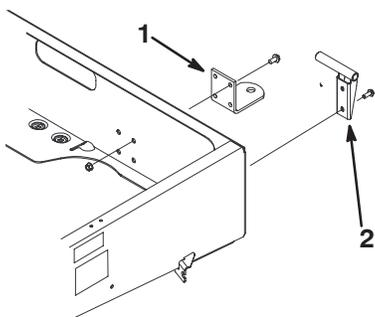

Figura 7
2. Monte el soporte del pivote de la izquierda en la esquina izquierda trasera del bastidor con dos tornillos de arandela prensada (3/8 x 1 pulgada). Apriete los tornillos a 22 Nm. (Coloque el soporte tal y como muestra la Figura 7.